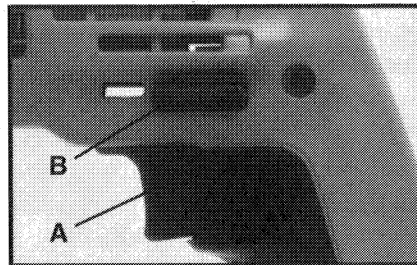

Fig. 1
Serrez l'interrupteur de la gâchette (A) Fig. 1 afin de faire démarrer le moteur. Relâchez la gâchette pour arrêter le moteur. Le plus vous serrerez la gâchette, le plus vite le moteur tournera.
- Assurez-vous que l'interrupteur de la gâchette (A) Fig. 1 est en position d'arrêt "OFF" avant d'essayer d'inverser la direction de rotation.
- Poussez le bouton (B) Fig. 1 vers le côté gauche de la foreuse pour AVANCE (rotation dans le sens des aiguilles d'une montre).
- Poussez le bouton (B) Fig. 1 vers le côté droit de la foreuse pour INVERSION (rotation dans le sens contraire des aiguilles d'une montre)
- Placez le bouton (B) Fig. 1 dans la position centrale pour verrouiller la gâchette dans la position d'arrêt "OFF".